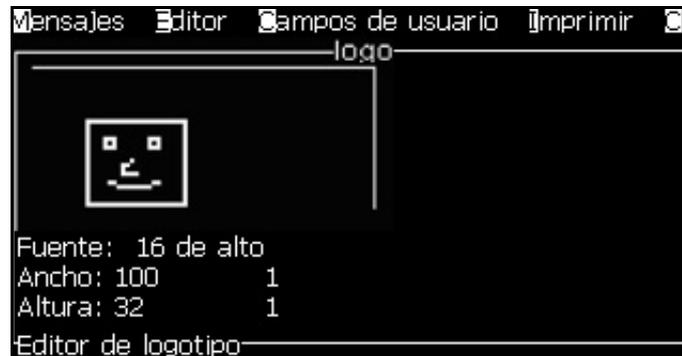

Figura 5-64: Recortar logotipo
- 1 Pulse la tecla *Intro* y aparecerá un recuadro que muestra los límites actuales del gráfico (Figura 5-64).